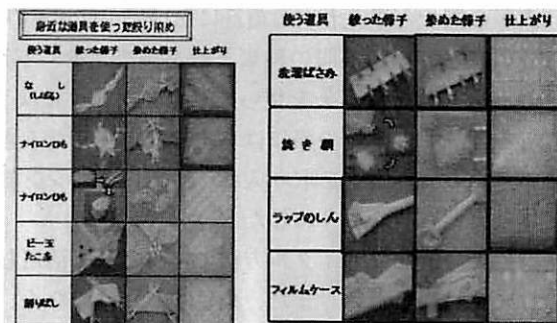

図4 絞り方見本
- 身近にある簡単な道具を使った絞り染めを行い、作品見本を作成した。従来の針と糸を使った絞り染めではなく、ナイロンひもやビー玉、割りばし、洗濯ばさみ、焼き網、ラップの芯、フィルムケース等を使って絞り染めを試作した。玉ねぎの皮を染材料とし、みょうばん媒染剤を使って木綿のハンカチを染め、その作品を写真撮影してワークシート2枚にまとめた(図4)。いずれの道具においてもはっきりと模様が表われ、手縫いの苦手な生徒にも絞り染めの面白さを体験させることが可能である。
(3) 教師用手引書